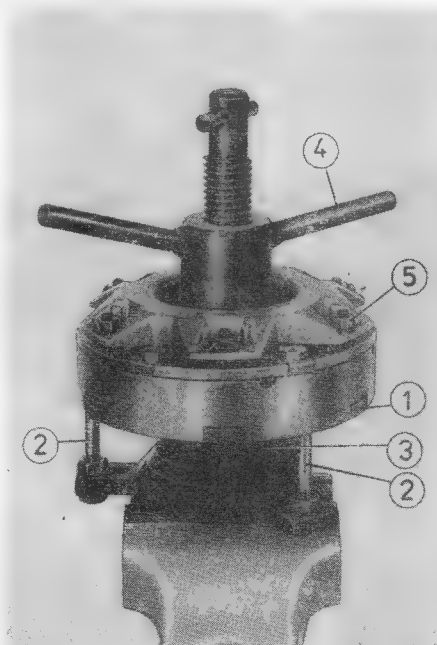

Bild 219. Funktionsprüfung der Kupplung
Die Knebelmutter (4) der Montagevorrichtung (Bild 219) wird durch Rechtsdrehung angezogen, bis die Druckplatte (1) etwa 0,5 ... 1 mm Abstand vom Zahnkranz hat. Der innere Mitnehmer (3) mit Antriebsrad muß sich jetzt frei drehen lassen.